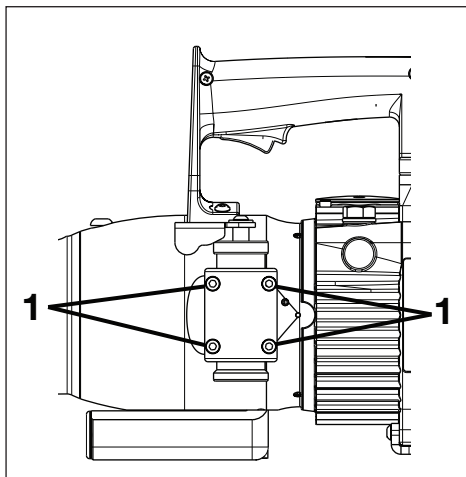
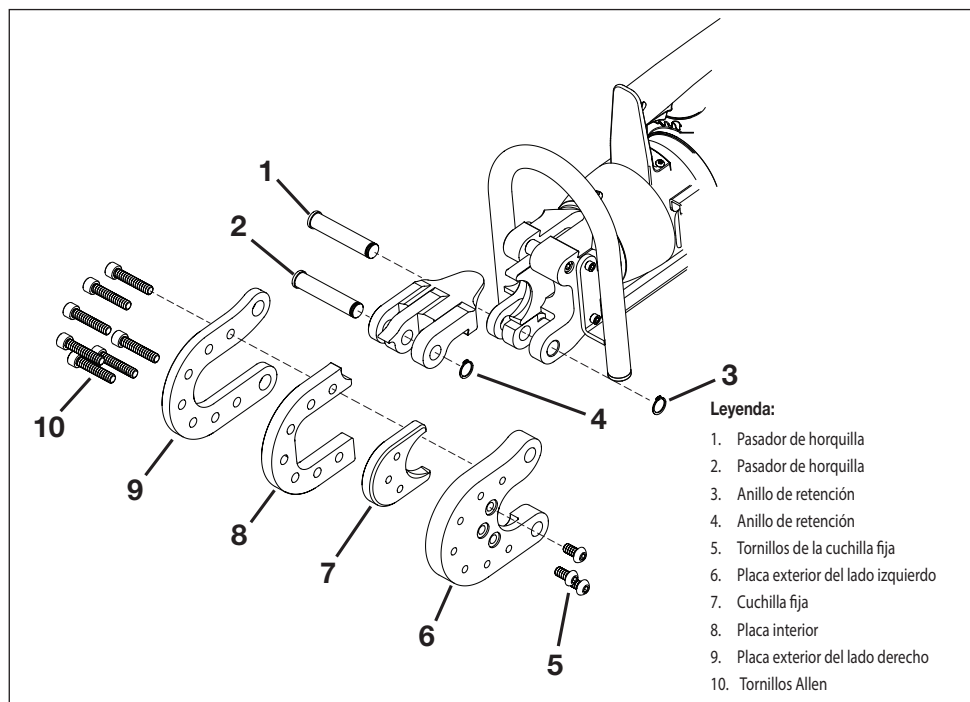

Figura 11, Tornillos de la válvula de control direccional (1)
Figura 12, Sustitución de cuchilla fija
Cambie el aceite en el depósito hidráulico del cortacables tal y como se describe en los siguientes pasos: Consulte las Figuras 10A hasta 10E y la Figura 11:
Sustituya la cuchilla fija tal como se describe en los siguientes pasos. Consulte la Figura 12, piezas 1, 2 y 3.
5. Retire los anillos de retención (Figura 12, piezas 3 y 4). Retire los pasadores de horquilla (Figura 12, piezas 1 y 2) y el cabezal de corte (Figura 12, piezas 5-10).
6. Retire los siete tornillos Allen (Figura 12, pieza 10).
7. Separe la placa exterior del lado izquierdo (Figura 12, pieza 6), la placa interior (Figura 12, pieza 8) y la placa exterior del lado derecho (Figura 12, pieza 9).
8. Retire los tres tornillos de la cuchilla fija (Figura 12, pieza 5) y retire la cuchilla fija (Figura 12, pieza 7).
9. Monte la nueva cuchilla fija (Figura 12, pieza 7) en la placa exterior del lado izquierdo (Figura 12, pieza 6) con tres tornillos de la cuchilla fija (Figura 12, pieza 5) y apriete a un torque de 37 ft-lb [50 Nm]. También aplique Loctite 243 o un producto equivalente.
10. Monte la placa exterior del lado izquierdo (Figura 12, pieza 6), la placa interior (Figura 12, pieza 8) y la placa exterior del lado derecho (Figura 12, pieza 9) con siete tornillos Allen (Figura 12, pieza 10). Apriete a un torque de 37 ft-lb [50 Nm]. También aplique Loctite 243 o un producto equivalente.
11. Fije el pestillo al cabezal de corte con un pasador de horquilla (Figura 11, pieza 2) y el anillo de retención (Figura 12, pieza 4).
12. Fije el cabezal de corte (Figura 12, piezas 5-10) al cuerpo de la herramienta utilizando el pasador de horquilla (Figura 12, pieza 1) y el anillo de retención (Figura 12, pieza 3).